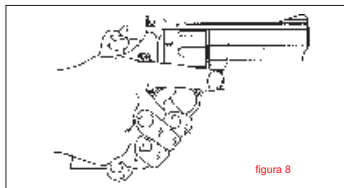

figura 8
1. Com o polegar da mão que não está empunhando a arma, puxe o cão para trás, mantendo o dedo fora do gatilho. (**figura 8**)